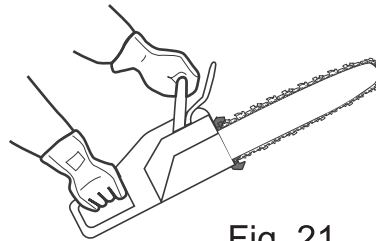

Fig. 21
- > Pouse o produto numa superfície plana e certifique-se de que a corrente (3) não toca na superfície ou noutros objetos.
- > Segure na pega frontal (1) com a mão esquerda. Coloque o polegar e restantes dedos a rodear a pega. Segure na pega traseira (11) com a mão direita. Coloque o polegar e restantes dedos a rodear a pega (Fig. 21).